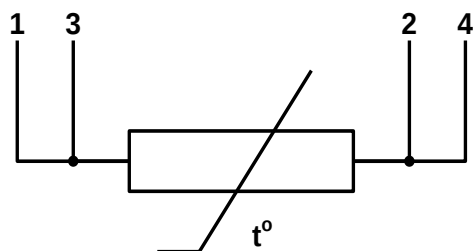

Рис.2. Схема соединений ТПС.
- 1.5.2. Резистор чувствительного элемента выполнен напылением или в виде спирали из платиновой проволоки и помещен в защитную оболочку. Выводы резистора подключены попарно к четырем проводникам. Схема соединений ТПС представлена на рис.2.